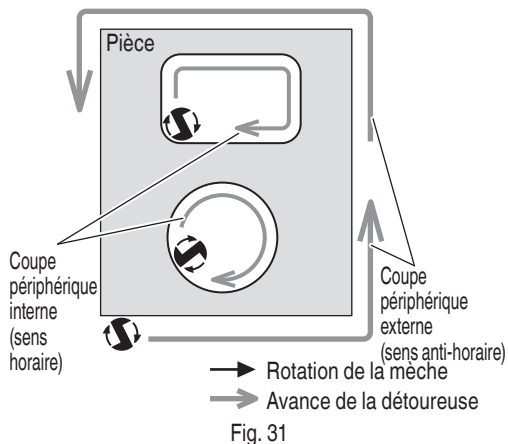

Fig. 31
- (2) Le couteau tourne dans le sens des aiguilles d'une montre (direction de la flèche sur la base). Pour obtenir le maximum d'efficacité au découpage, alimenter la détoureuse en se conformant aux directions d'alimentation montrées dans la Fig. 31.